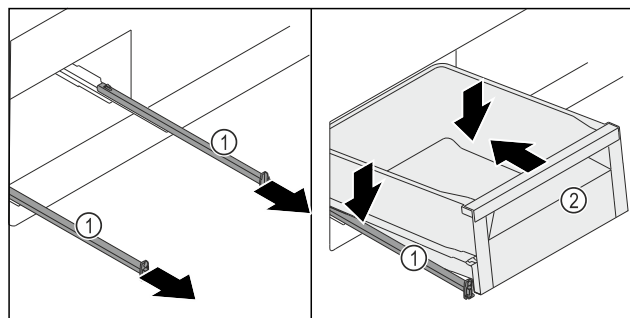

Fig. 259
- Kolejničky Fig. 259 (1) vysuňte.
- Kolejničky Fig. 259 (1) pevně držte a zásuvku Fig. 259 (2) nasad'te šikmo shora na kolejničky Fig. 259 (1).
- Zásuvku Fig. 259 (2) na kolejničkách Fig. 259 (1) zasuňte až na doraz směrem dozadu.